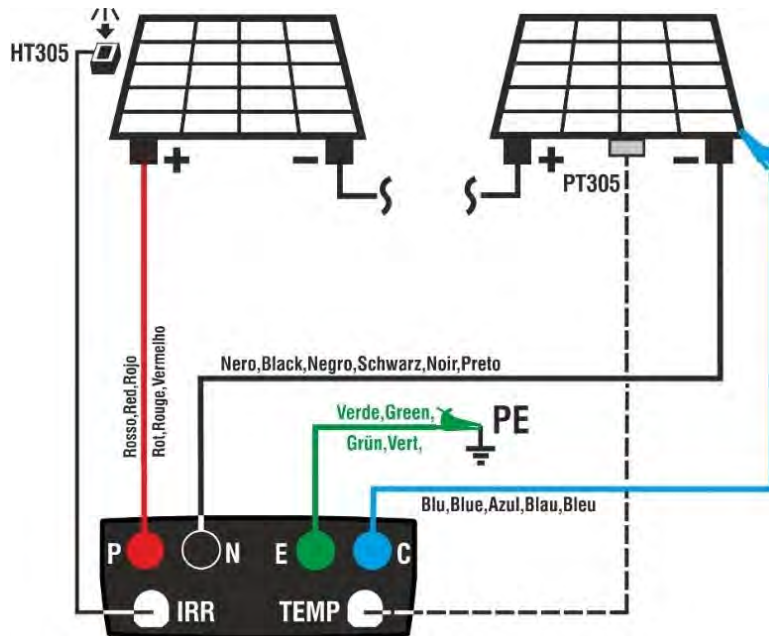

Abb. 12: Verbindung für IVCK-Tests ohne Fernstation und Bestrahlungsstärkemessung im Direktmodus
7. Verbinden Sie das Instrument mit dem zu messenden PV-Modul/String und eventuell mit dem Haupt-Erdungsknoten des Systems und mit geerdeten Metall-Massen, wie in der Abb. 12 gezeigt. Insbesondere schließen Sie den Minuspolausgang vom Modul/String an die N-Klemme an, den Pluspolausgang vom Modul/String an die P-Klemme, die HT305-Referenzzelle an **der Vorderseite des Moduls** und den PT305-Temperaturfühler (sofern vorhanden) an der Rückseite des Moduls...